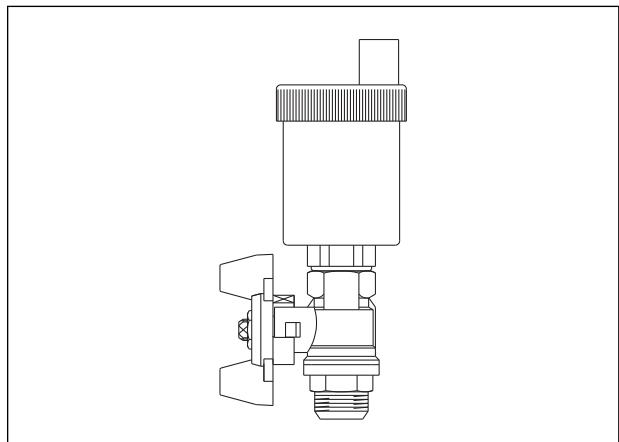

Bild 3: Entlüfter, OV Art.-Nr. 136 83 04
- automatischer Entlüfter (siehe Bild 3) mit Kugelhahn (max. 150°C)